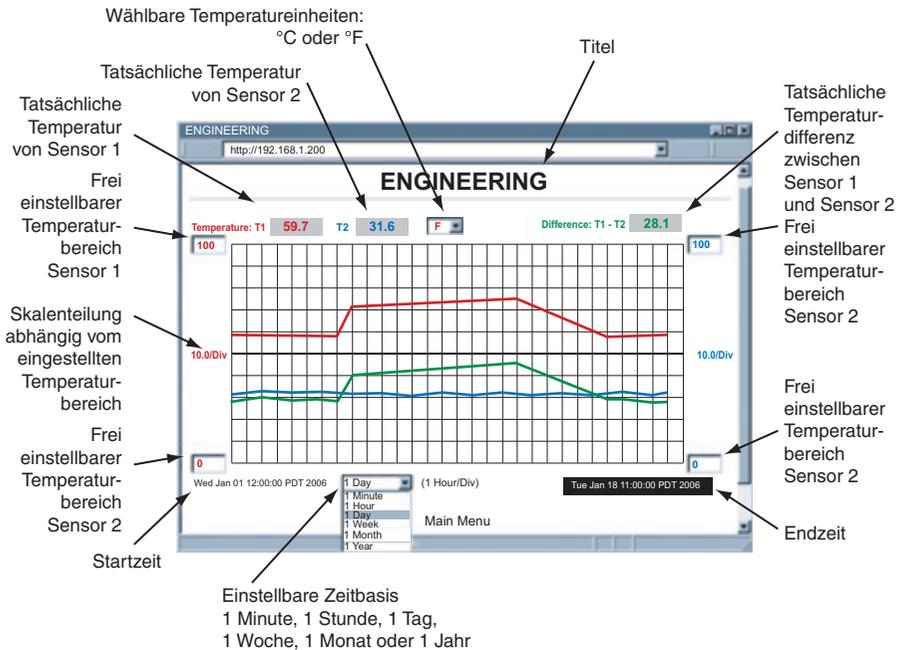

Abbildung 4.9 Diagramm
- Klicken Sie auf „Chart“. Daraufhin sollte die in **Abbildung 4.9** gezeigte Anzeige erscheinen. Ein Java™-Applet stellt die Temperaturen und die Temperaturdifferenz in einer Grafik dar. Die Werte können über die gesamte Spanne oder über einen engeren Bereich (zum Beispiel 20 bis 30°C) aufgetragen werden. So kann die Grafik zum Beispiel auf eine Stunde, einen Tag, eine Woche, einen Monat oder auch ein Jahr skaliert werden.